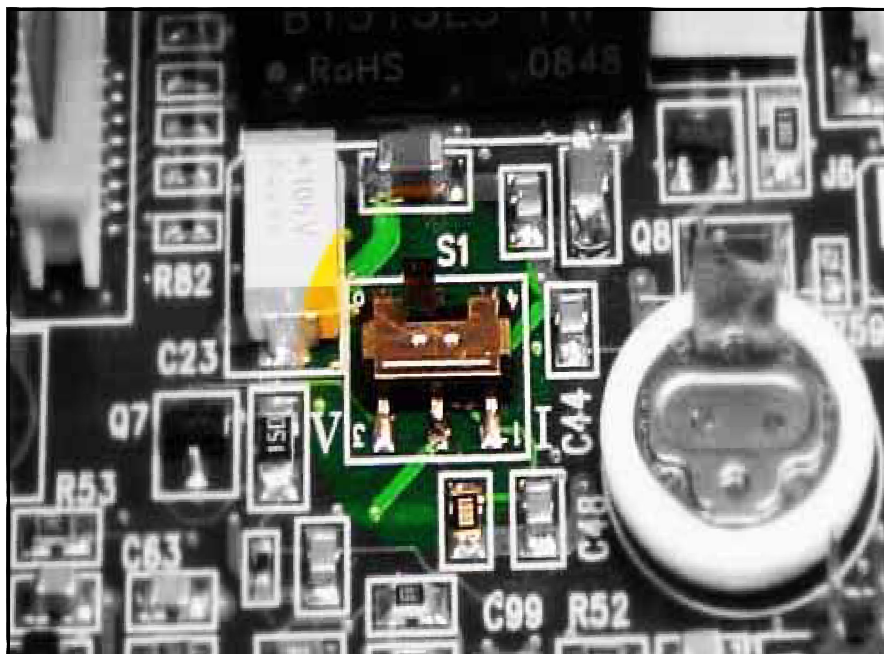

Рис. 8: Переключатель S1 на основной плате ПК
Выполните эти действия для проверки или изменения положения переключателя **S1** (см. Рис. 8 на стр. 5).
- Найдите переключатель **S1** (см. Рис. 8, выделенная зона).